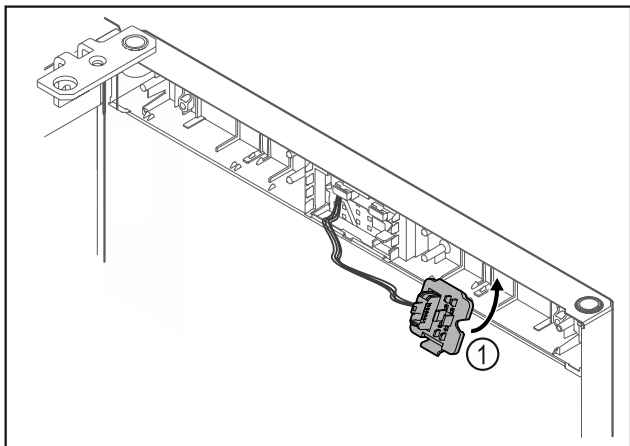

Fig. 23
- Reteszelve be a dugófoglalatot Fig. 23 (1) az ellenkező oldalon.